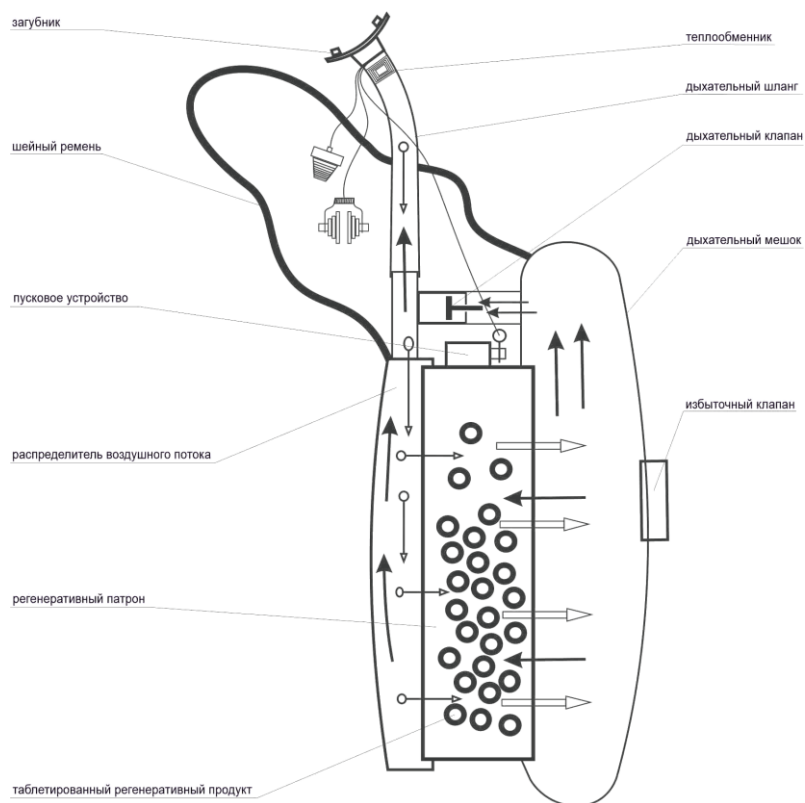

Рис. 2. Принципиальная схема работы самоспасателя с номинальным ВЗД 40 минут.
5.2. Принципиальная схема работы самоспасателя с номинальным ВЗД 40 минут представлена на рис.2.